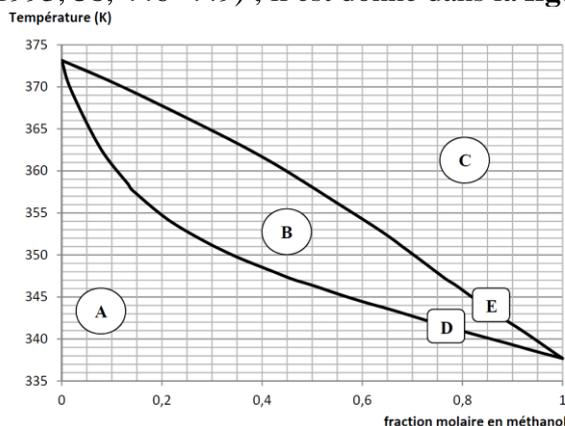

Figure 6 - Diagramme binaire liquide-gaz isobare du mélange méthanol-eau ($p = 101,3$ kPa) (*source : Kurihara et al., 1993*)
Lors de l'optimisation de la séparation chromatographique, Boeye et coauteurs ont fait varier la composition de la phase mobile. La possibilité de cette variation s'obtient par l'étude du mélange binaire liquide méthanol-eau pouvant être vu comme un modèle simplifié de cette phase mobile. Le diagramme binaire liquide-gaz à 101,3 kPa de ce mélange méthanol-eau a été obtenu expérimentalement (K. Kurihara, M. Nakamichi, K.Kojima, *J. Chem. Eng. Data*, 1993, **38**, 446–449) ; il est donné dans la **figure 6**.
- Q38.** Pour chaque domaine **A**, **B**, et **C** du diagramme binaire de la **figure 6**, identifier les phases ainsi que les espèces en présence. Nommer les courbes **D** et **E**.